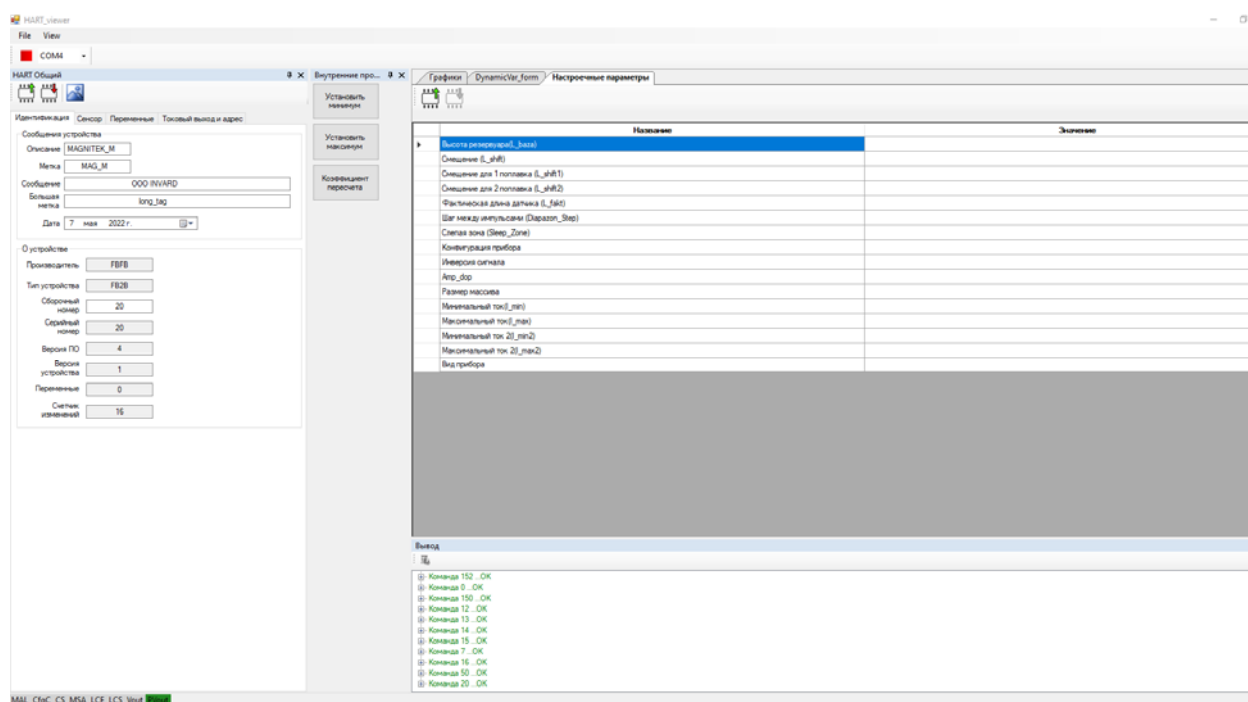

Рис.4 Окно программы с параметрами настройки прибора
2.7 Далее считайте данные прибора нажав на пиктограмму , после откроется окно с параметрами настройки прибора (см. рис.4)